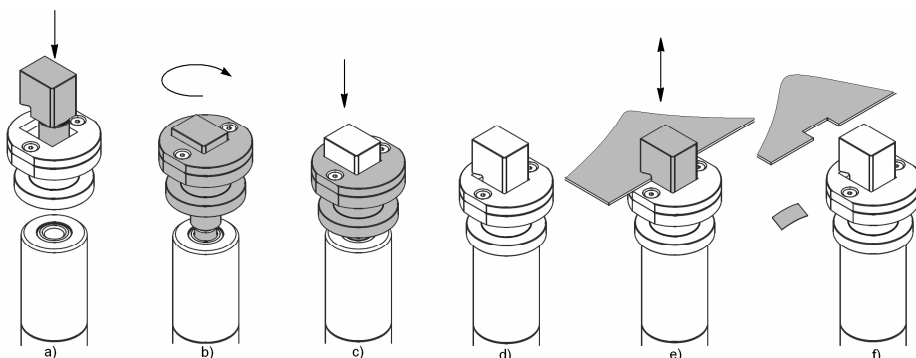

Рис. 1. Работа с крестовидной пилой WP.
1. Всунуть пуансон крестовидной пилы в отверстие матрицы (Рис. 1а, Рис. 1б).
2. Вкрутить винтовой частью пуансона в гнездо поршня головки так, чтобы болт пуансона оперся на поверхность поршня (Рис. 1б, Рис. 1с).
3. Опустить матрицу, так чтобы она оперлась на торце цилиндра головки (Рис. 1с, Рис. 1д).
4. После правильного выполнения установки щель между матрицей и режущей гранью пуансона составляет $2 \div 3$ мм, а матрица полностью введена в пуансон (Рис. 1с).
5. Ввести жель под режущую грань крестовидной пилы (Рис. 1е).